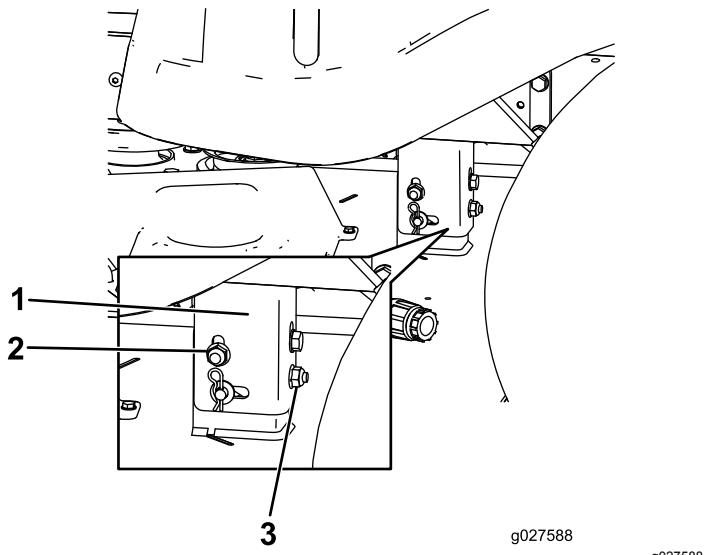

Figura 61
8. Alzate o abbassate il lato sinistro del piatto di taglio ruotando il dado di bloccaggio posteriore (Figura 61).